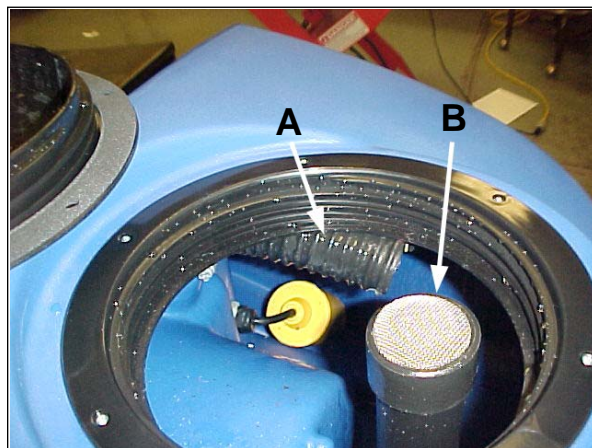

Figura 35
12. Si el depósito o la manguera de recuperación están obstruidos use presión de agua para lavarlos. Coloque la manguera de agua dentro de la manguera de recuperación (figura 35, A). **NOTA: No coloque la manguera de agua en el tubo de entrada de aspiración (consulte la figura 35, A), ya que se producirán daños.**
La manguera de recuperación (figura 35, A) está localizada a la derecha del tubo de entrada de aspiración (consulte la figura 35, B). La manguera de recuperación es flexible, lo que le permitirá moverla hacia la abertura para fácil acceso a la manguera de agua para lavar la línea.